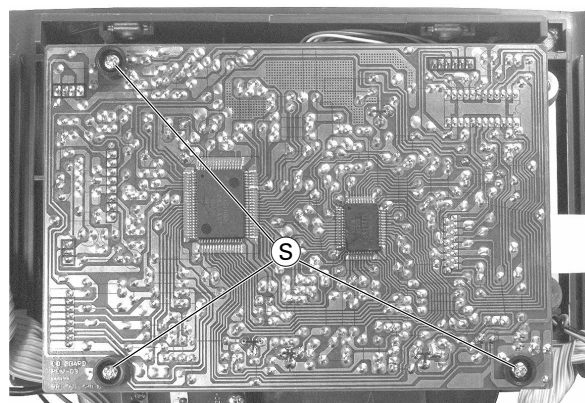

Fig. 20
- 3 Schrauben ⑤ (Fig. 20) herausdrehen.
- Undo the 3 screws ⑤ (Fig. 20).